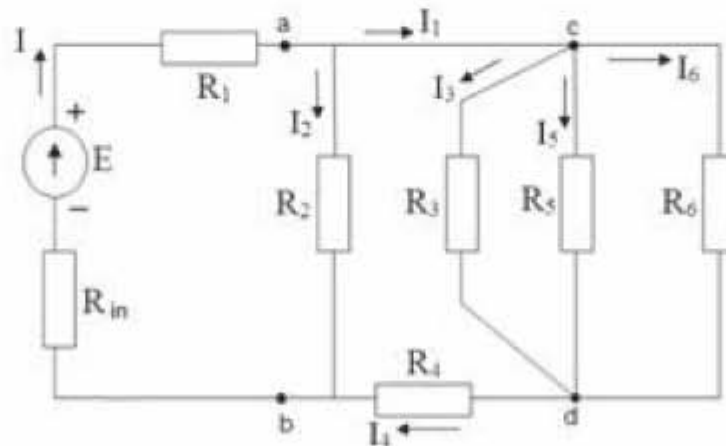

Рис. 3.95. Электрическая цепь постоянного тока
3.1.1. Определить расчетным путем токи и напряжения в электрической цепи постоянного тока, представленной на рис. 3.95. Электрическая цепь имеет параметры: